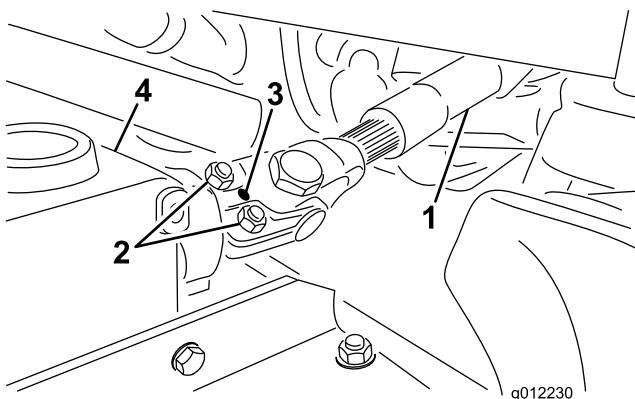

Bild 4
- A. Nehmen Sie den Rollstift aus dem Endjoch und der Getriebewelle (Bild 4).
- B. Lösen Sie die zwei Kopfschrauben und Sicherungsmuttern (Bild 4).
- C. Befestigen Sie das Endjoch der Zapfwellen-Antriebswelle mit dem Rollstift an der Getriebewelle (Bild 4).
4. Ziehen Sie die Sicherungsmuttern an, um das Endjoch an der Getriebewelle zu befestigen (Bild 4). Ziehen Sie die Sicherungsmutter mit 20 bis 25 N·m an.